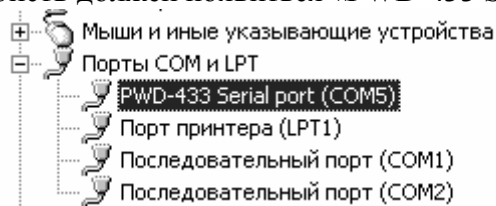

Рисунок 1 – Проверка установки COM-порта
3. Убедиться, что устройство установлено и ему выделен COM-порт. (В диспетчере устройств должен появиться «PWD-433 Serial port» рис.1)